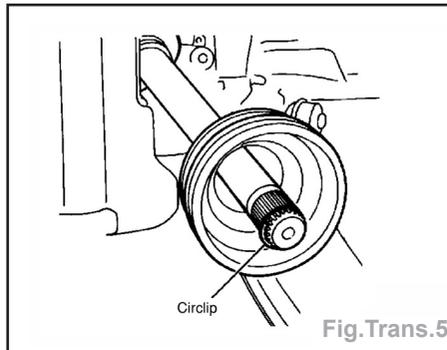

Fig. Trans.5
- Déposer le circlip de l'arbre (fig. Trans.5).